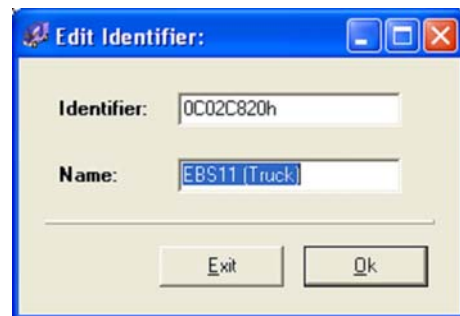

Fig. 6 Diálogo para o processamento de um Identifier
- Gravar neste diálogo o ID e um nome de livre escolha (vide Fig. 6).